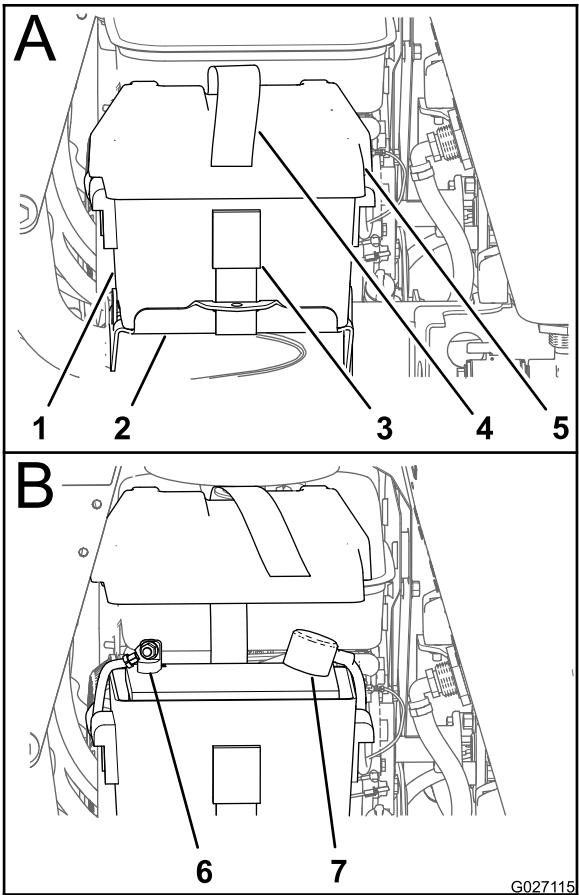

Figure 76
2. Sortez l'extrémité libre de la sangle de la batterie de la boucle et enlevez le couvercle du bac de la batterie (Figure 76).
5. Si le câble positif est également débranché, reliez le **câble positif (rouge)** à la borne positive de la batterie et placez le capuchon sur la borne positive (Figure 76).
7. Alignez le couvercle sur le bac de la batterie et fixez le couvercle et le bac sur le support de la batterie à l'aide de la sangle (Figure 76).
2. Déposez le couvercle de la batterie (Figure 76); voir l'opération 2 de Contrôle de la charge de la batterie \(page 63\).
6. Alignez le couvercle sur le bac de la batterie et fixez le couvercle et le bac sur le support de la batterie à l'aide de la sangle (Figure 76).